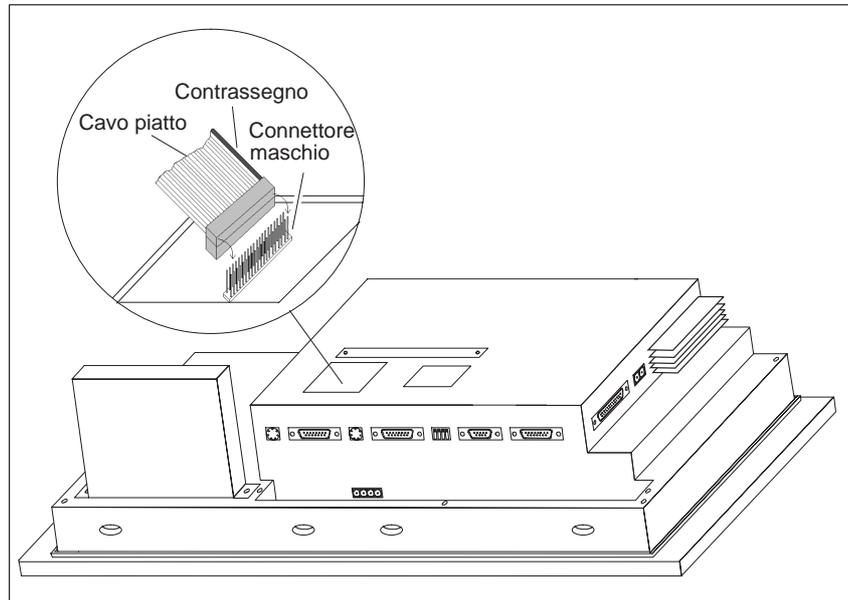

Figura 18-9 Inserimento del connettore del Control Panel Interface (esempio OP37)
3. Inserire il connettore del cavo piatto del CPI sul connettore maschio dell'OP con la parte colorata rivolta verso il centro dell'apparecchiatura come mostrato (vedi figura 18-9).